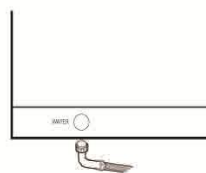

Fig. 6
- 2- Collegare l'elettrovalvola di caricamento al rubinetto di alimentazione, mediante il tubo flessibile in dotazione. (Fig.6) **Ogni macchina deve disporre di un rubinetto di alimentazione.**